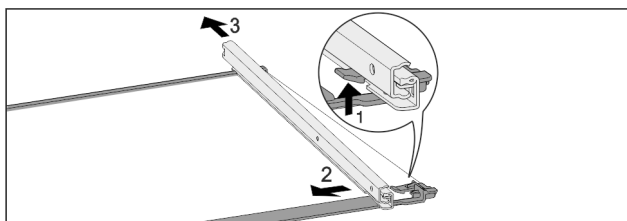

Fig. 122 Стеклянная пластина с направляющими
- ▶ Отожмите передний стопорный крючок вверх. Fig. 122 (1)
- ▶ Сдвиньте выдвижную направляющую в сторону Fig. 122 (2) и назад Fig. 122 (3).